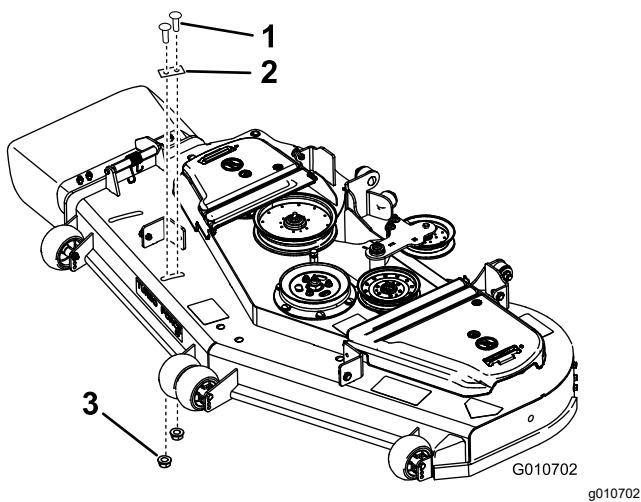

Figura 8
3. Si tiene la ranura indicada en la Figura 8, instale la tapa usando 2 pernos de cuello cuadrado ($\frac{3}{8}$ " x 1") y 2 tuercas con arandela prensada grandes ($\frac{3}{8}$ ").